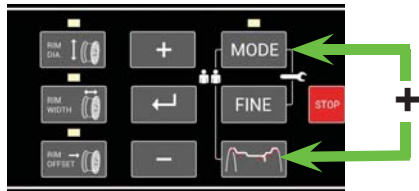

Figure 31a
- Appuyer simultanément sur les touches "MODE" et "Positionnement des Masses" pendant 3 secondes. Voir la Figure 31a.